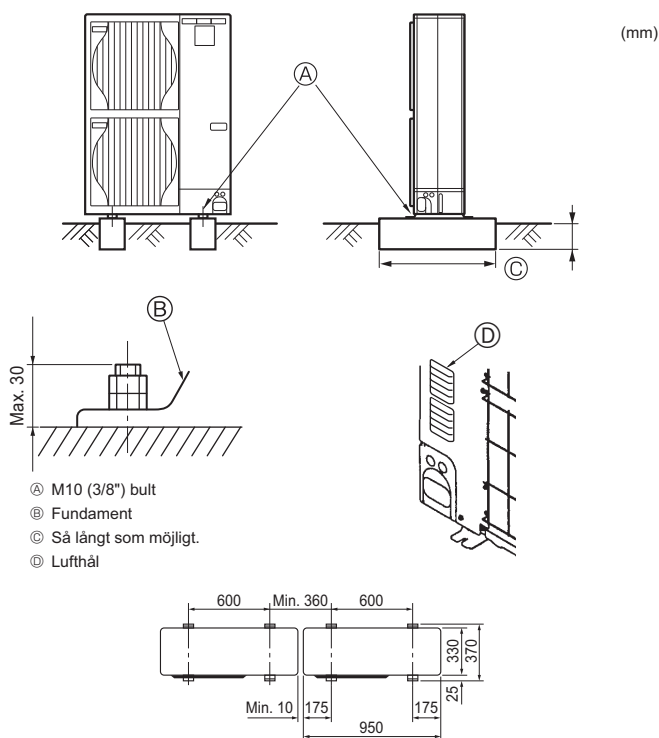

Fig. 4-1
- Se till att enheten monteras på ett stabilt och jämnt underlag för att förhindra skallrande ljud under pågående drift. (Fig. 4-1)